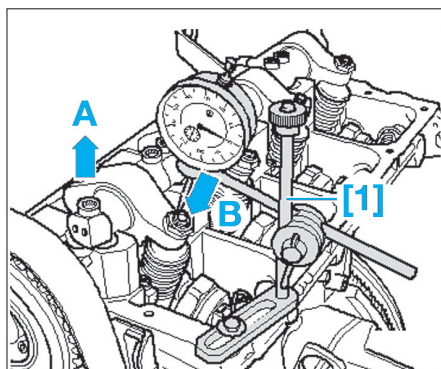

Fig. 37
- Mettre en place un comparateur sur la vis de réglage de l'injecteur-pompe, comme illustré (Fig.37).